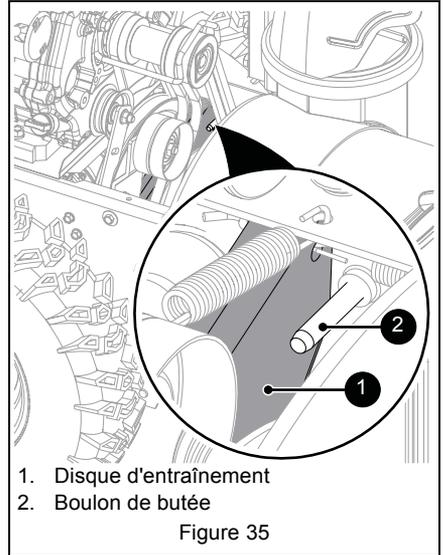

Figure 35
4. L'embrayage de la traction étant désenclenché, vérifier que le plateau d'entraînement touche la vis de butée à l'intérieur du châssis. Voir Figure 35.